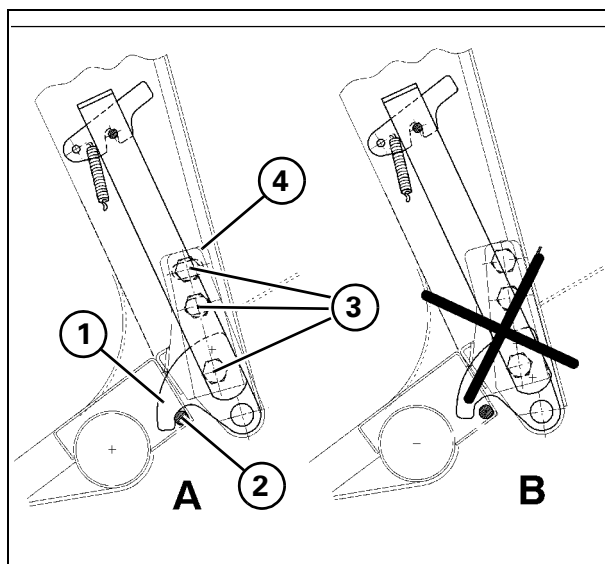
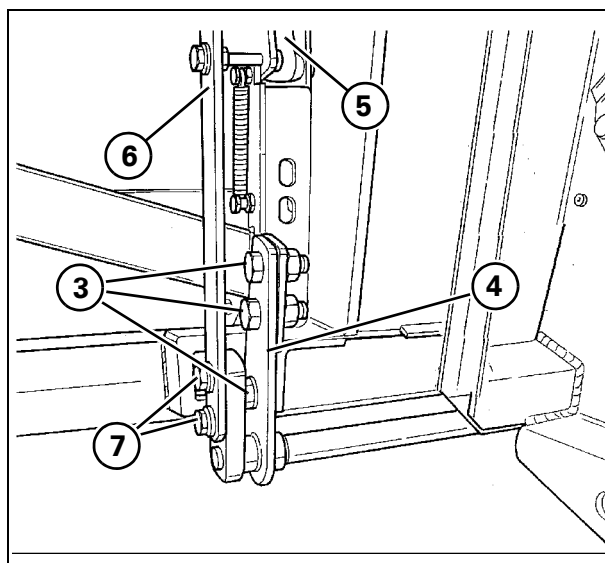

Рис. 8
Рис. 9
Рис. 8 и Рис. 9
Если крюк (1) не установлен в нужное положение на стержне (2), как показано на Рис. 8 А, выполнить следующее:
- 1.) Отпустить три винта (3); два верхних винта имеют шлицевое отверстие, а нижний винт с круглым отверстием является опорой (4) для поворотной оси.
- 2.) Повернуть опору (4) в нужном направлении, чтобы крюк (1) полностью охватывал стержень (2), как показано на Рис. 8 А.
**ВАЖНОЕ ЗАМЕЧАНИЕ:** между крюком (1) и стержнем (2) не должно быть зазора.
- 3.) Затяните все три винта (3).